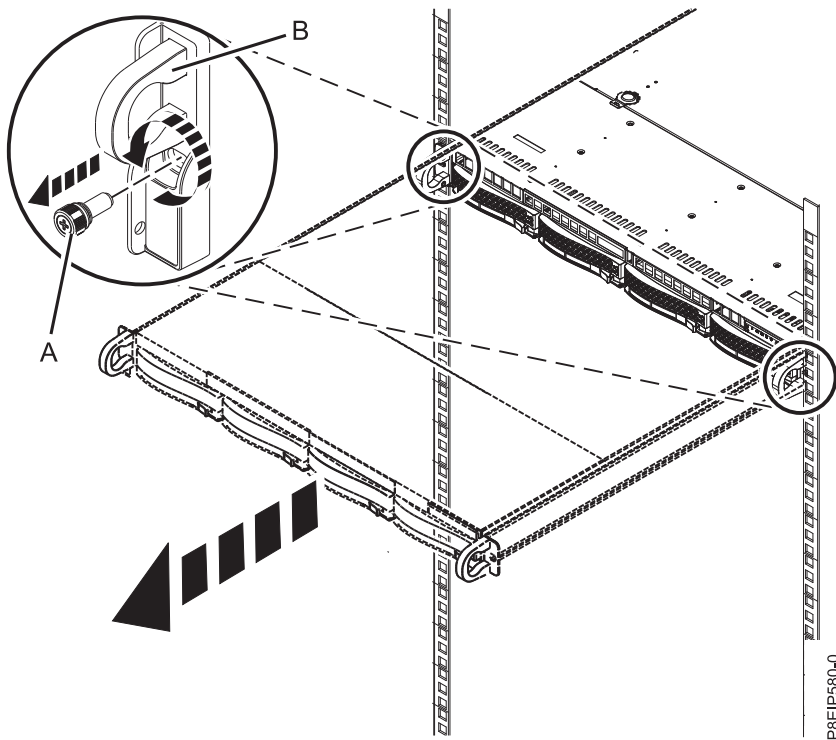

Figura 59. Quitar los tornillos frontales y extraer el sistema del bastidor
2. Quite los tornillos frontales que fijan el sistema al bastidor desde ambos lados del sistema, como se muestra en la Figura 59.